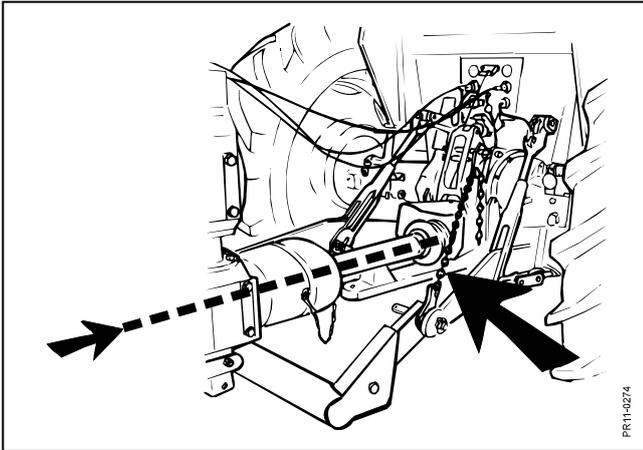

Fig. 2-1
**Fig. 2-1** Les GMS/GCS sont attelées au bras du relevage du tracteur. Les axes d'attelage sont de catégorie II et peuvent être fournis en catégorie III. Régler les bras de relevage à la même hauteur. Monter les chaînes de maintien sur les chevilles d'attelage des bras inférieurs. **La machine doit être attelée au tracteur de manière que l'arbre de prise de force du tracteur soit en ligne avec l'arbre du boîtier de la machine. Régler les stabilisateurs de manière à maintenir le cardan en ligne.**